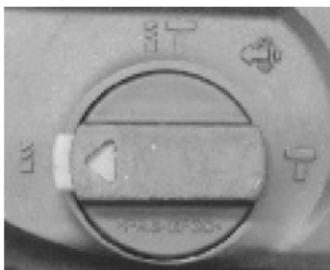

Fig. 4 – Posição para perfuração sem impacto
- Na perfuração sem impacto o mandril tem apenas o movimento de rotação. Esta função é utilizada em madeiras, metais, polímeros, entre outros. Deve ser utilizado um adaptador SDS para mandril convencional (não acompanha o produto). Para selecionar a função, basta pressionar a trava de segurança e girar o seletor (5) para a posição  (Fig. 4) .